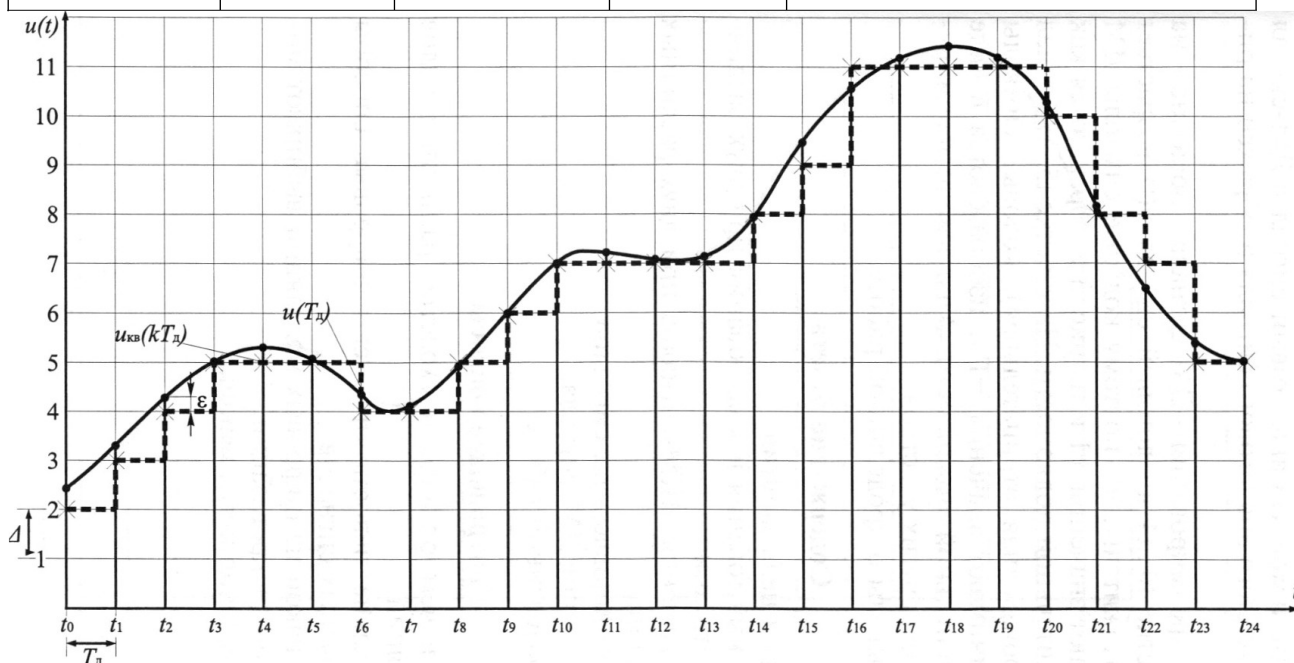

Рис. 43. Исходный аналоговый сигнал с уменьшенным в 2 раза шагом дискретизации
1.7. Уменьшите шаг дискретизации исходного аналогового сигнала в 2 раза (рис. 43) и выполните пп. 1.1—1.6